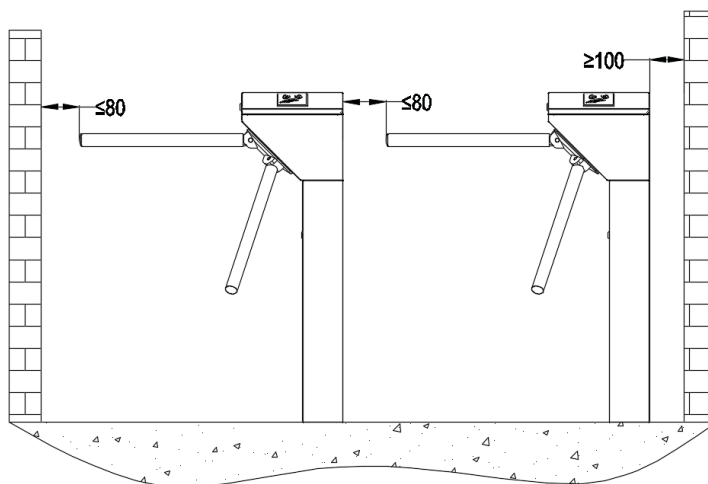

Figura 3-1
O equipamento deve ser instalado em um piso de concreto, garantindo que os parafusos de expansão possam ser fixados firmemente. Sugerimos que você instale uma estrutura auxiliar para formar uma passagem, conforme mostrado na Figura 3-1.
2. O espaço livre da extremidade do braço não deve ser superior a 80 mm (veja Figura 3-1).